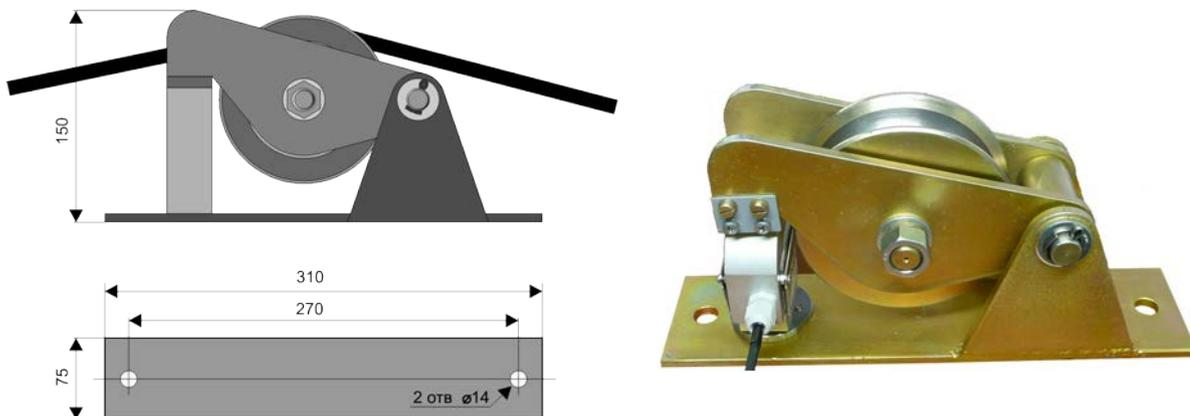

Рис. 5
6.5. Датчик веса груза, Рис.5, преобразует усилие, создаваемое в грузовом канате массой поднимаемого груза, в электрический сигнал. В данной модификации АС-АОГ-01м+ используется роликовый тросовый датчика веса АС_ДУС-06.1, измеряющий усилие в грузовом канате основного или вспомогательного подъема. Датчик размещается на оголовке стрелу между приемным и отдающим роликами грузового троса.